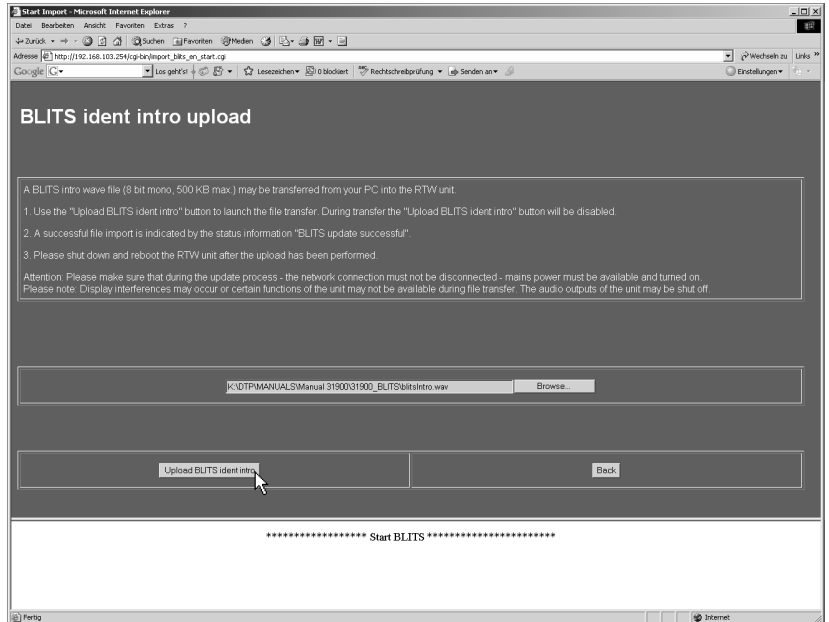

Bild 8-30: Starten des Uploads
- Aktivieren Sie über die Schaltfläche „Upload BLITS ident intro“ den Transfer der Intro-Datei in den SurroundControl (siehe Bild 8-30). Sollte die Schaltfläche „Upload BLITS ident intro“ nicht sichtbar sein, verschieben Sie die Seite mit den grauen Balken am rechten Bildschirmrand. **Achten Sie darauf, dass während des Datentransfers keine Unterbrechung der Netzwerkverbindung oder der Stromversorgung auftritt!**